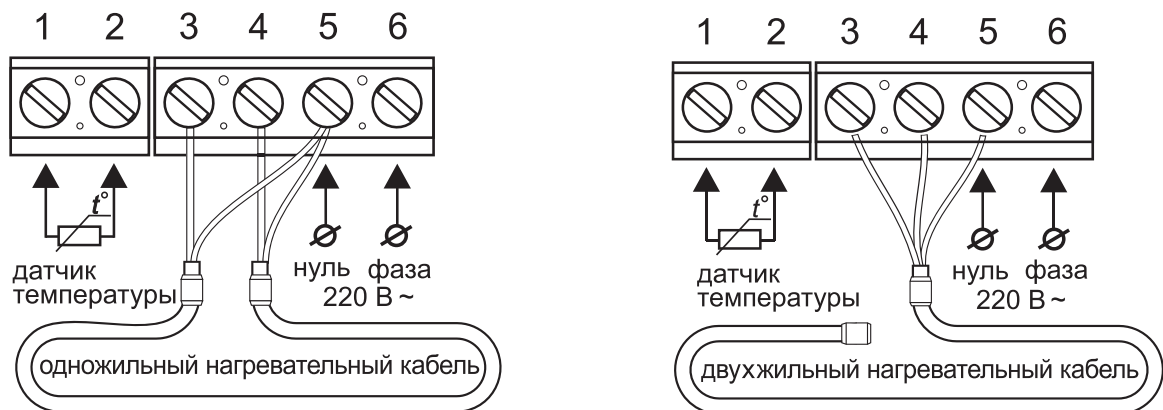

Рис. 20
– 2-х проводная электрическая сеть (без проводника заземления), экран нагревательной секции подключается к нейтральному проводнику (N) сети питания, на клемму 5 (рис. 20).